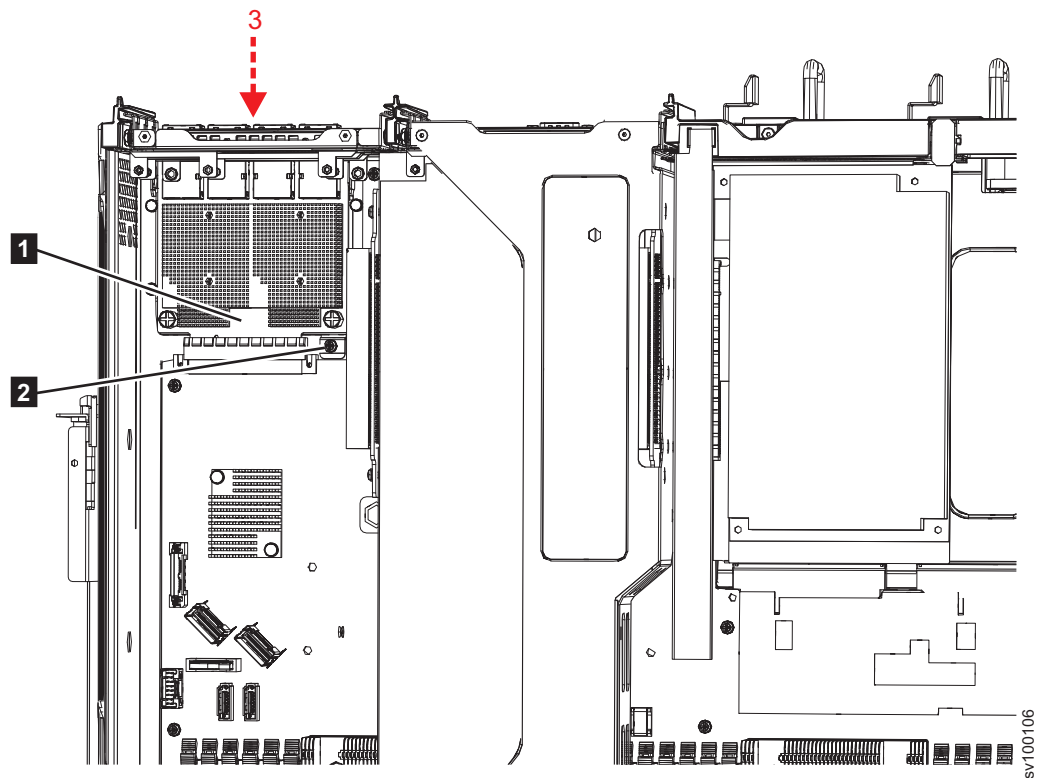

図 331. 2145-SV1 イーサネット・エッジ・ボードの交換
11. 442 ページの図 331 に示されているように、新しいイーサネット・エッジ・ボードをノードの背面にあるポート穴 (**3**) に差し込みます。